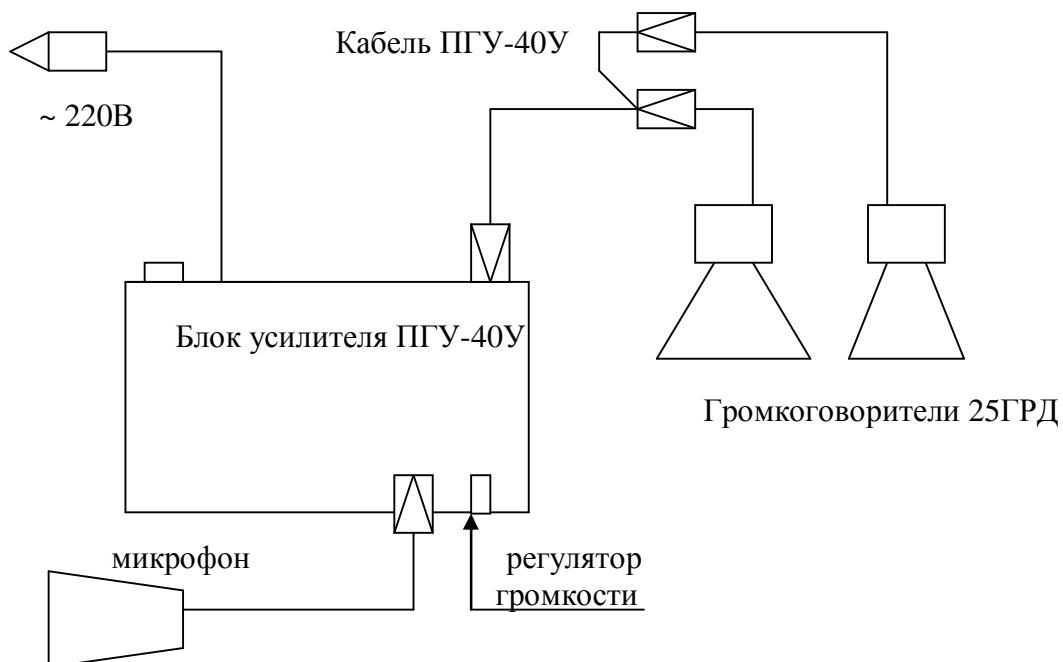

Рис.1
- 5.3. Подключение установки проводится согласно рис. 1.